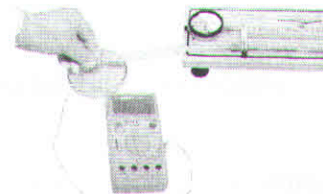

Figura 10
**O ponto 1:** Coloque o termopar dentro da mangueira de saída - **Figura 10.**